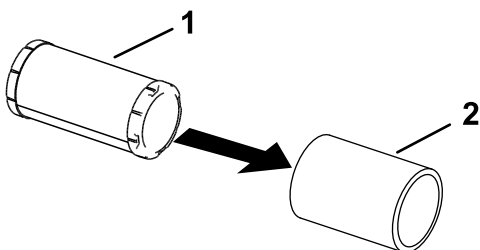

Figure 31
5. Séparez les éléments en mousse et en papier (Figure 31).